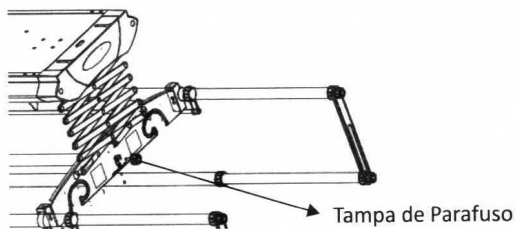

figura 6
9. Instale a haste do meio: torça as tampas da haste central e coloque a haste no meio do suporte. Use os parafusos para fixá-la, veja a figura 6.
11. Este modelo tem 2 varas de extensão. Quando houver a necessidade de secar roupas maiores, basta tirar a haste de secagem do suporte, como mostrado na Figura 8 e 9. Puxe a haste telescópica para o lado, girando no sentido anti-horário, quando chegar no comprimento requerido, basta rotacionar no sentido horário, para a haste ser bloqueada, conforme mostrado na Figura 10. Quando não estiver em uso, você pode deixá-la fixada no suporte da barra de roupas, como mostrado na Figura 6.